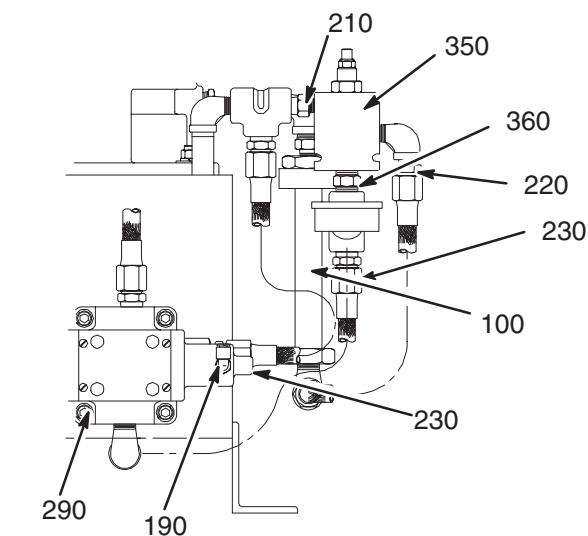

Fig. 28
Para cambiar el regulador de fluido hidráulico [(350) en Fig. 28]: